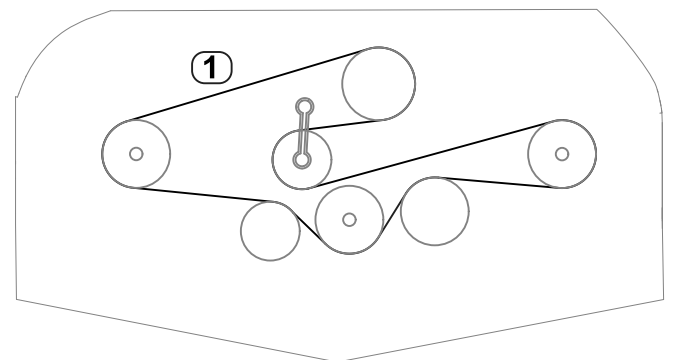

Bild 29
- Verwenden Sie einen Drehmomentschlüssel oder ein ähnliches Werkzeug, um die Umlenkrolle zu halten, und führen Sie den neuen Riemen um die Spindelrollen und die Umlenkrollenanordnung herum, wie in Bild 29 dargestellt.